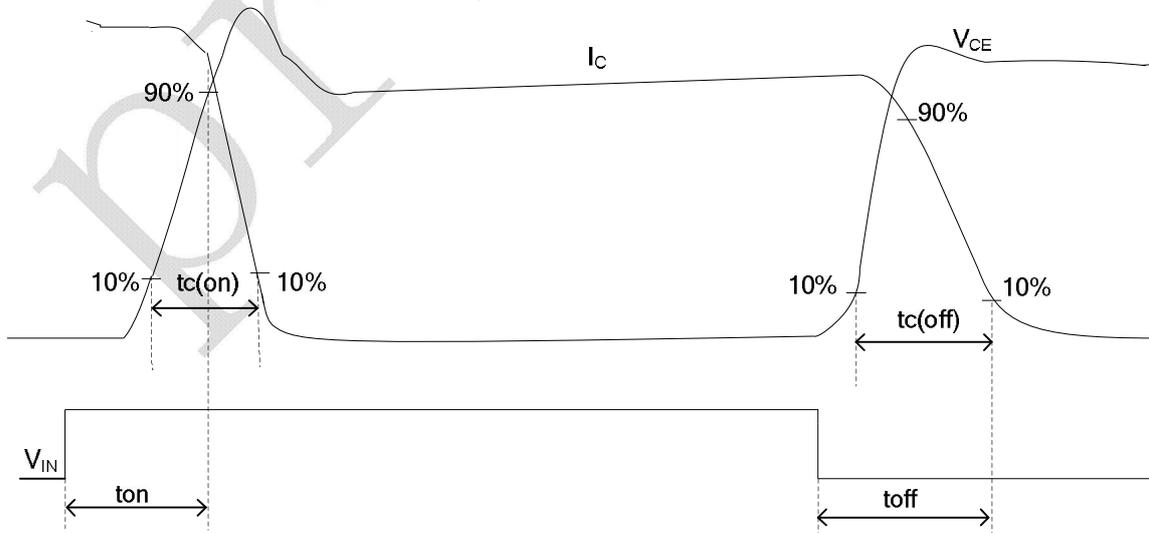

图 3. 开关时间定义
注 2: t_{ON} 和 t_{OFF} 包括模块内部驱动集成电路(IC) 的传输延迟时间。 $t_{C(ON)}$ 和 $t_{C(OFF)}$ 指在内部给定的门极驱动条件下, IGBT本身的切换时间。详细信息, 参考图3。